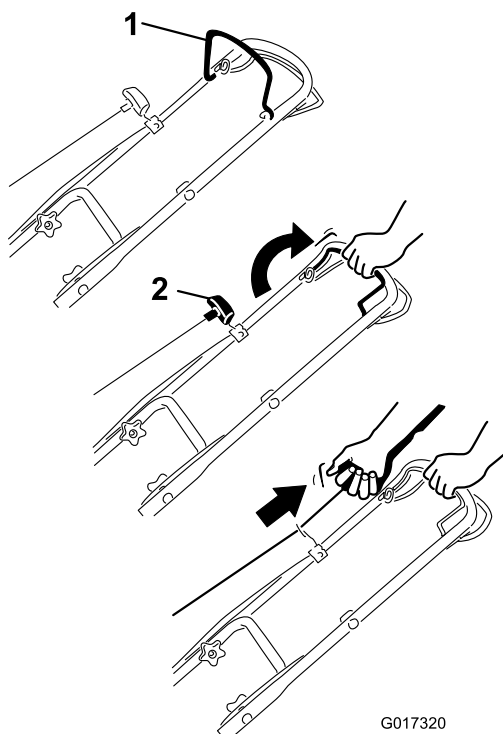

Figura 11
1. Sujete la barra de control de la cuchilla contra el manillar (Figura 11).
2. Tire suavemente del arrancador hasta que note resistencia, luego tire con fuerza. Deje que la cuerda vuelva lentamente al manillar (Figura 11).